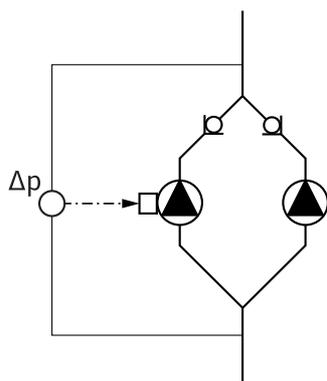

Fig. 13: Exempel, anslutning differens-trycksgivare
- I exemplet i Fig. 13 är masterpumpen den vänstra pumpen i flödesriktningen. På den pumpen ansluts differenstrycksgivaren.
Mätpunkterna på masterpumpens differenstrycksgivare måste ligga i samlingsröret på sug- och trycksidan på tvillingpumpanläggningen (Fig. 13).